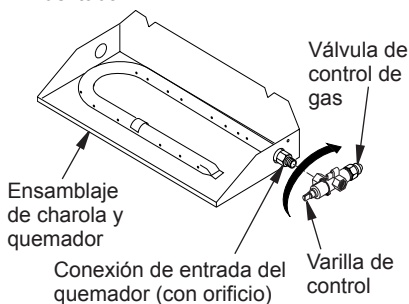

Figura 7 - Instalación de la válvula de control de gas
1. Enrosque la válvula de control de gas con la conexión de entrada del quemador (consulte la figura 7). Aplique sellador en la rosca macho de la conexión de entrada del quemador. Sujete la conexión de entrada del quemador con una llave para evitar que la conexión al quemador quede muy apretada. Compruebe que la varilla de control esté orientada hacia el frente (consulte la figura 7).